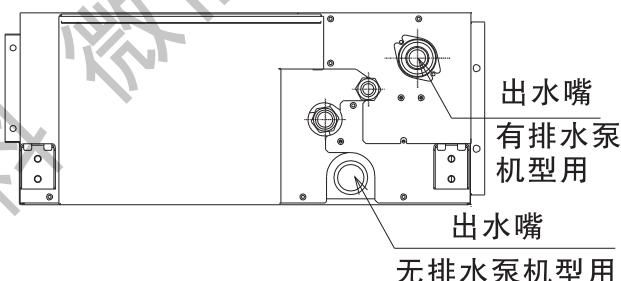

图 9-1
(1) 排水管的连接位置见图9-1、9-2。
(2) 准备外径为32mm的聚氯乙烯管。
(3) 用粘合剂和工厂提供的管箍③固定聚氯乙烯管到排水管⑦上,聚氯乙烯排水管向下倾斜度为1/25~1/100。
(4) 接好排水管后需裹保温材料⑧。
- (1) 排水管的连接位置见图9-1、9-3。
- (2) 准备外径为32mm的聚氯乙烯管。
- (3) 用粘合剂和工厂提供的管箍③固定聚氯乙烯管到排水管接头上, 聚氯乙烯排水管向下倾斜度为1/25~1/100。
- (4) 接好排水管后需裹保温材料⑧。
- (5) 如需追加外接排水泵, 请与日立公司联系, 使用本公司指定的型号。